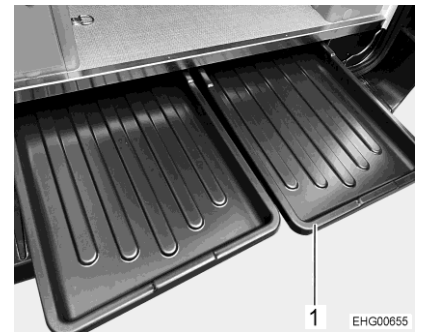

Bild 27 Auszüge Doppelboden (Sonderausstattung)
- Einen der Auszüge (Bild 27,1) im Heckbereich des Fahrzeugs herausziehen.